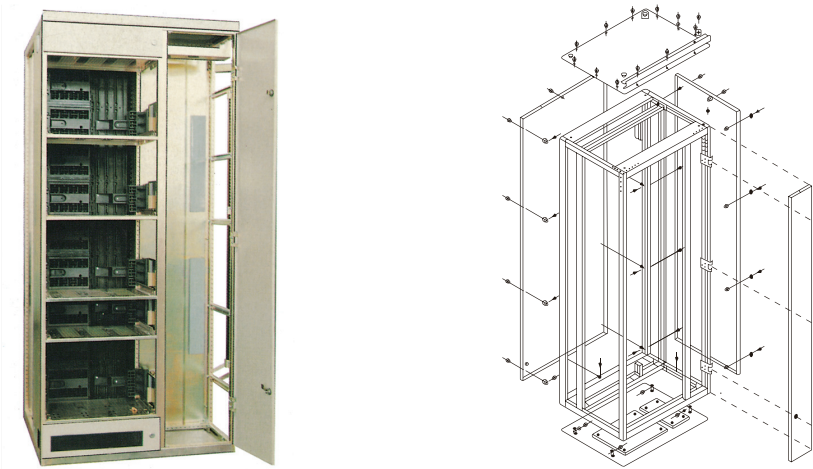

图 1 C 型型材组成的柜架结构
- △ 开关柜柜体基本结构是由 C 型材料装配组成。C 型材是以 E=25mm 为模数安装孔的钢板弯制而成。全部柜架及内层隔板都作镀锌纯化处理。四周门板，侧板则作高压静电喷塑。柜体基本结构见图 1 所示：柜体基本尺寸如表 1 表 2 所示：